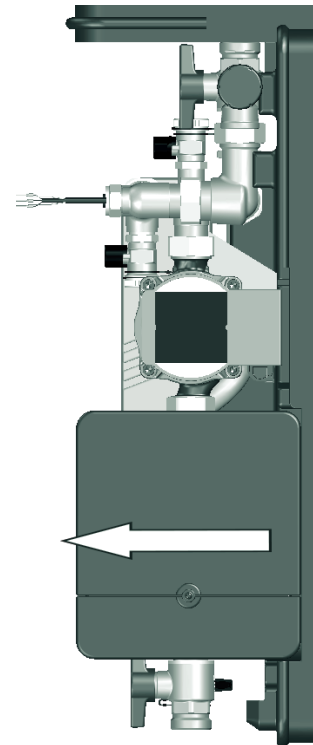

Abb. 29: Regler aus der Unterschale lösen
- 2 Ziehen Sie den Regler vorsichtig von der Unterschale ab wie in Abb. 29 auf Seite 44.